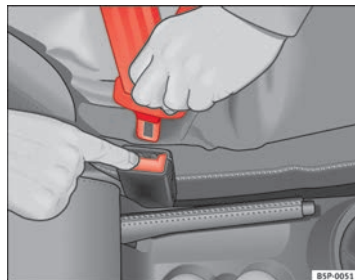

Abb. 15 Lösen der Schlosszunge vom Gurt Schloss
- Drücken Sie die rote Taste im Gurtschloss ⇒ Abb. 15. Die Schlosszunge springt heraus ⇒ ⚠.